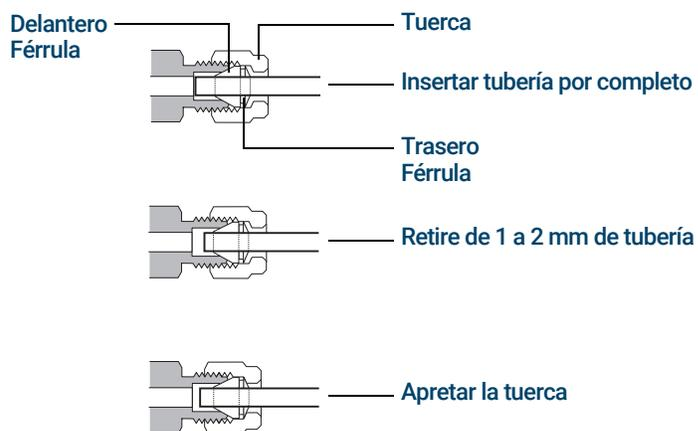

Figura 25. Inserción de la tubería
- 5 Empuje el tubo hasta el fondo del tapón y después retírelo aproximadamente 1 o 2 mm como se muestra en la **Figura 25**.